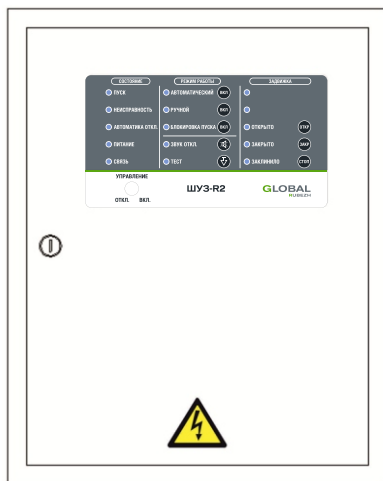

Рисунок 1 – Лицевая сторона ШУ
1.5.1 ШУ конструктивно выполнен в прямоугольном металлическом корпусе (рисунок 1).